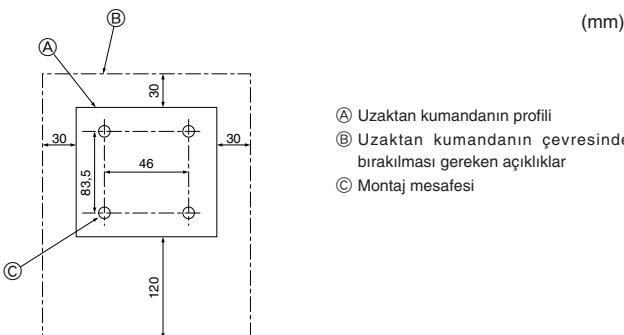

Fig. 6-2
6.2. Uzaktan kumanda (Fig. 6-2) Kablolu Uzaktan Kumanda için